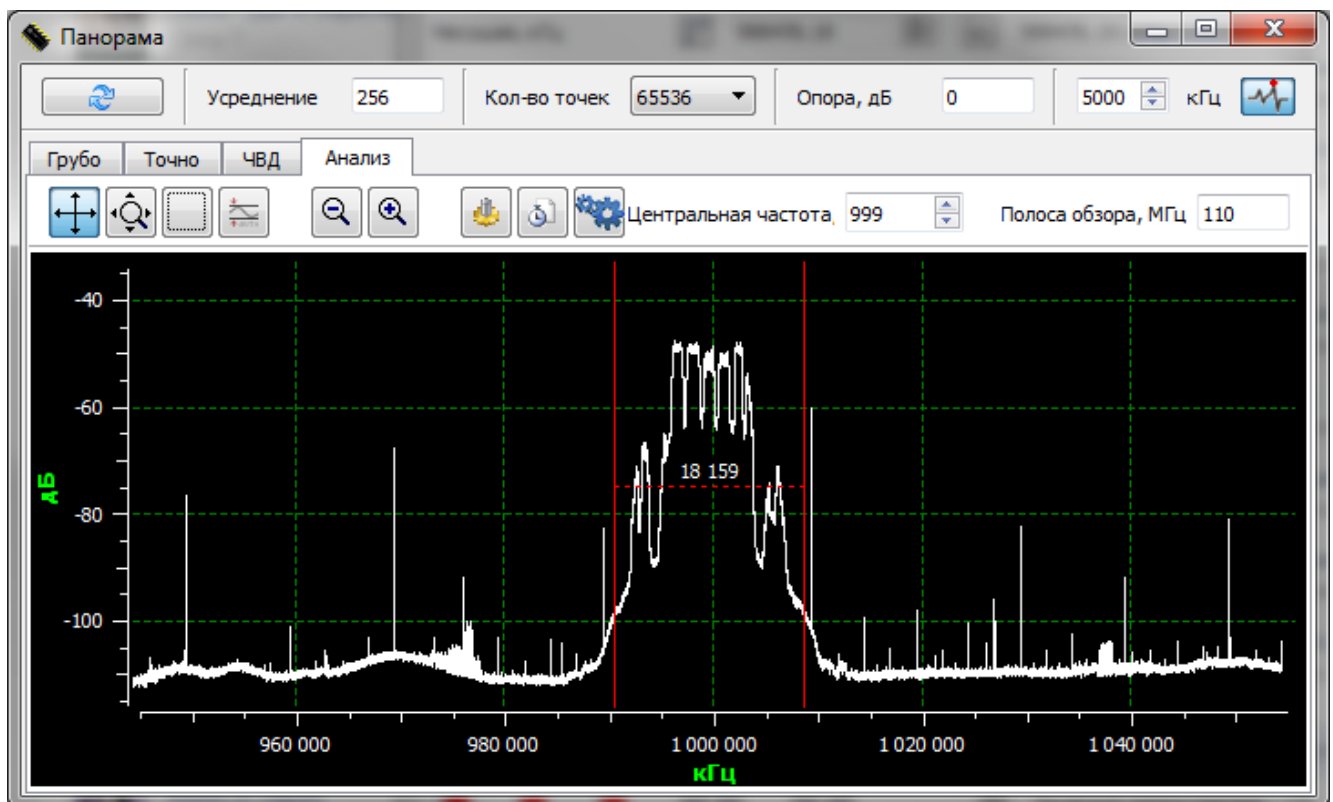

Рис. 57
- задать диапазон поиска сигналов путем перетаскивания маркеров (рис. 57);